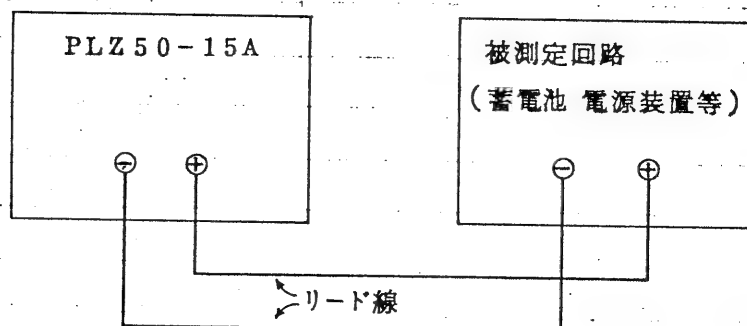

図 6
- 3) 負荷スイッチを ON にして LOAD ツマミを時計方向に回せば電流計の指針が振れ定電流が流れます (図 6 参照)
後面端子板の①-②, ③-④間のショートチップをはずし, ②, ③を被測定回路端に接続します。この場合②がプラス側, ③がマイナス側となります。このようにすれば 図 6 のリード線の抵抗分によるドロップに関係なく, メータは被測定回路端の電圧を指示します。